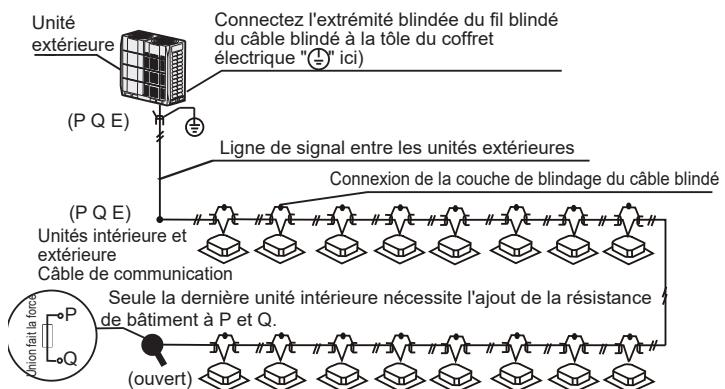

Fig. 6.6
- Le câblage de communication entre les unités intérieure et extérieure doit connecter une unité après l'autre dans une connexion en guirlande de l'unité à la terre, et une résistance extérieure doit être ajoutée à l'unité intérieure finale, la couche de blindage doit être correctement fixée à la dernière unité intérieure, pour améliorer la stabilité du système de communication (voir Fig. 6.6).